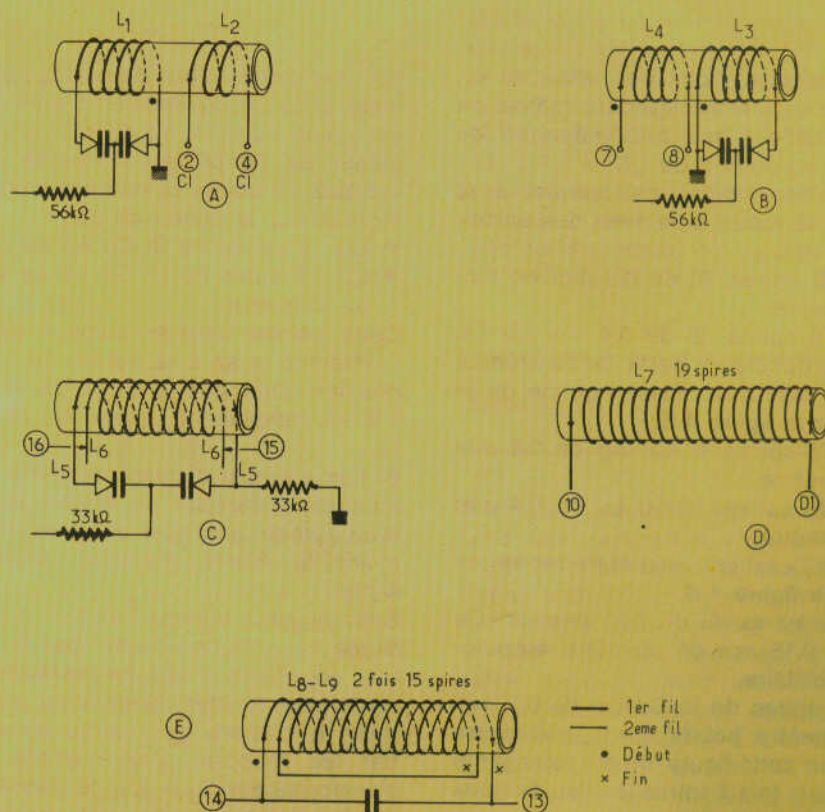

figure 4
Pour plus de clarté, on montre à la figure 4 A le mode et le sens des enroulements L_1 et L_2 .
- L_4 : 4,75 spires, fil de 0,4 mm Cu Ls. L_4 sera bobinée à partir de l'extrémité de L_3 mise à la masse comme on le voit sur la figure 4 B.
La bobine L_6 est enroulée entre les spires de L_5 , voir figure 4 C.
- L_8 : 2 spires de fil Cu Ls, de 0,2 mm de diamètre, bobiné sur L_8 , voir figure 4 E. Sur cette figure, on n'a représenté que deux fois 7 spires (au lieu de deux fois 15).
Cette bobine sera enroulée à partir de l'extrémité mise à la masse de L_{10} . Disposition analogue à celle de la figure 4 B en remplaçant L_4 par L_{11} et L_3 par L_{10} .